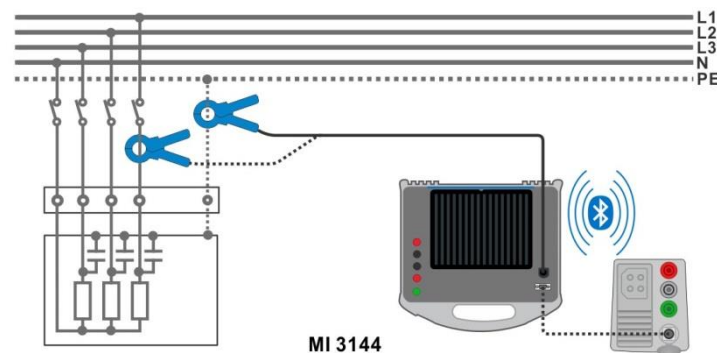

Abbildung 7.109: Stromzangenmessung
- › Umschlingen Sie das Messobjekt mit der Stromzange. Siehe **Abbildung 7.109**. Detaillierte Informationen finden Sie in der **MI 3144 - Euro Z 800 V Bedienungsanleitung**.